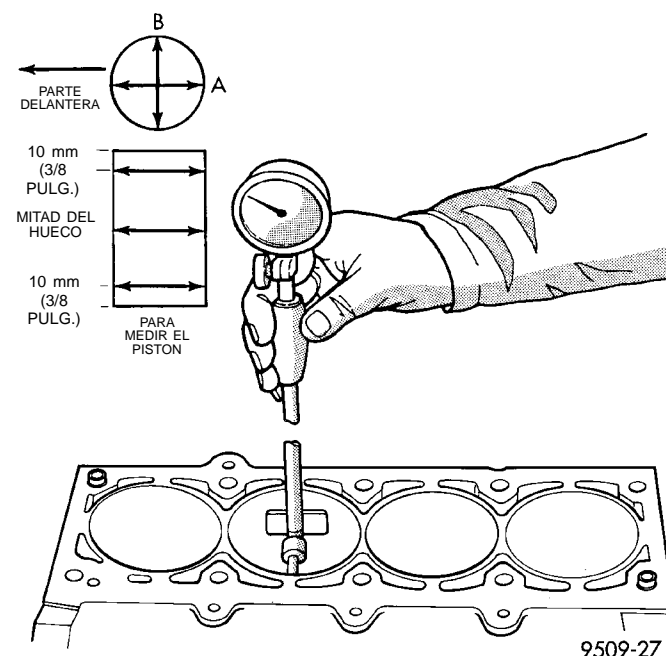

Fig. 69 Medición del hueco de cilindro
(1) Es obligatorio utilizar un calibrador de hueco de cuadrante para medir el diámetro del hueco de cada cilindro (Fig. 69). Para seleccionar correctamente el pistón de la medida apropiada, se requiere un calibrador de hueco de cilindro, capaz de efectuar lecturas con INCREMENTOS de 0,003 mm (0,0001 pulg.). En caso de no disponer de un calibrador de hueco, no utilice un micrómetro interior.